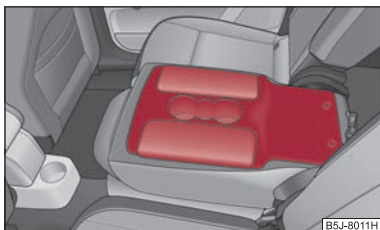

Abb. 56 Rücksitze: Armlehne
- Sie können die mittlere Sitzlehne nach vorn klappen → Seite 60, „Hintere Sitze vorklappen“ und als Armlehne oder Tisch mit Getränkehalter verwenden → Abb. 56.